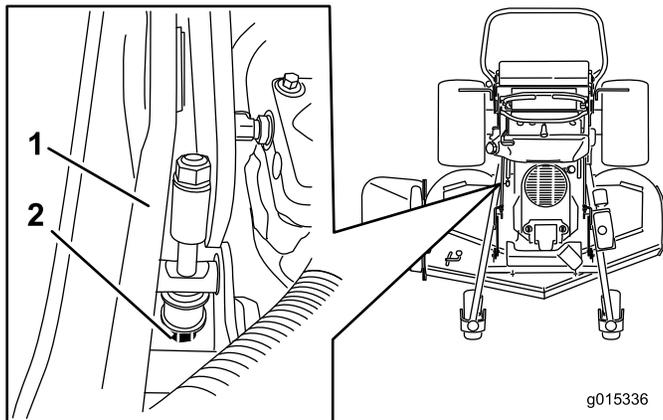

Figura 88
5. Si la medida no es la correcta, localice la varilla de ajuste de la altura de corte en el lado derecho de la máquina (Figura 88).
6. Ajuste el perno de ajuste hasta obtener la distancia correcta de (7,6 cm) (Figura 88).